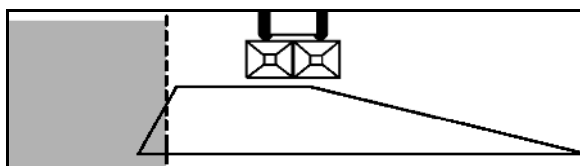

Fig. 78
- El valor que se debe ajustar se extrae de la Tabla de dispersión (Fig. 78).